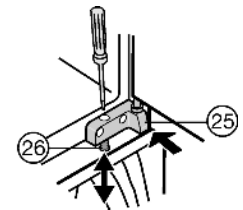

Fig. 13
- ▶ Allineare l'apparecchio in altezza: tramite le viti di regolazione Fig. 13 (26) nei supporti cuscinetti Fig. 13 (24,25).